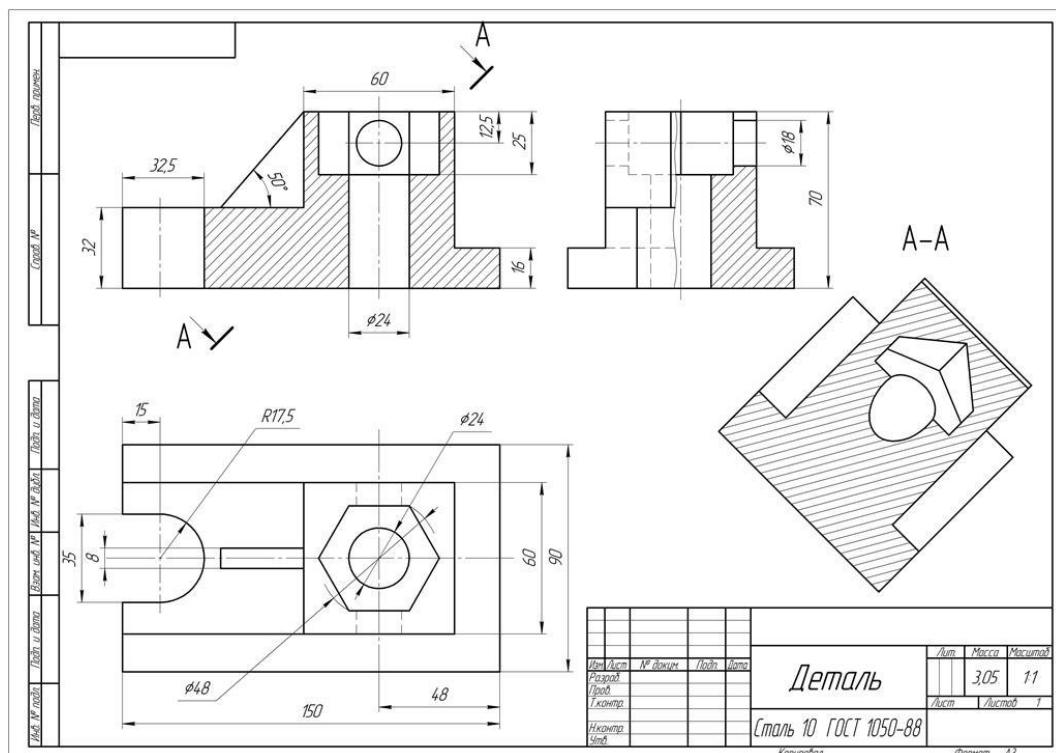

Рисунок 42 – Пример оформления работы
- Нанести выносные, размерные линии и размерные числа в соответствии с ГОСТ 2.307–68, , рис.42.